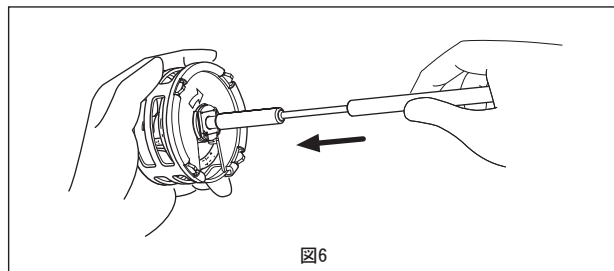

図6
5. 白いホルダポストがしっかりと奥に配置されるまで、ゆっくりとハンドルを押ししてください (図6)。ホルダポストが適切な位置に達すると、カチッという音が聞こえます。3つのステント頂上部がわずかに生体弁の中央方向に傾き、白いホルダポストが、生体弁の中央部分から突き出されます。このとき、弁尖に一時的にしわがよりますが、植え込み後、ホルダを取り外したときに、通常の形に戻ります。